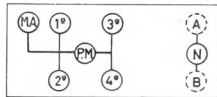

Fig. 51. Esquema de posición de las palancas de la caja de velocidades y de la reductora.
1. Con el pie izquierdo se pisará a fondo el pedal del embrague y se llevará la palanca de la caja de velocidades (fig. 51), hacia la posición I (1.a velocidad).
Después de pisar a fondo el pedal del embrague, se llevará la palanca de la caja reductora —bola ROJA— a la posición de "BAJA", es decir, hacia el conductor, y la de la caja de velocidades a 1.a (fig. 51), y se irá embragando con suavidad, al mismo tiempo que se acelera el motor. Los demás cambios de la caja de velocidades se efectúan en forma normal y, al pasar a "BAJA" en la reductora, el eje delantero queda acoplado automáticamente.